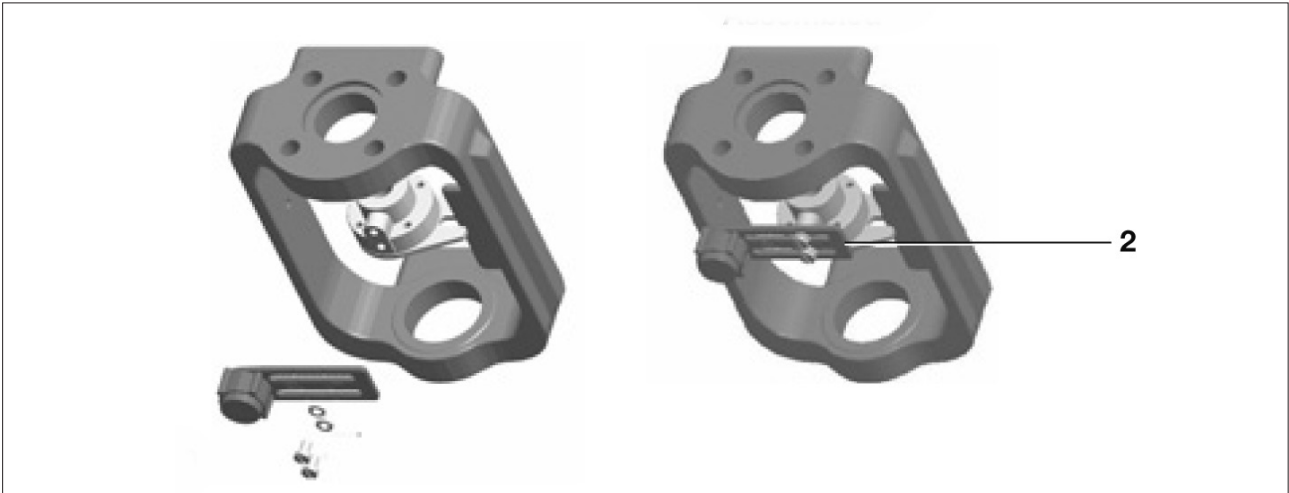

Bild 26
2. Magnetbügel nach links oder rechts so weit verschieben, bis die korrekte Position erreicht ist (siehe Bild 26).